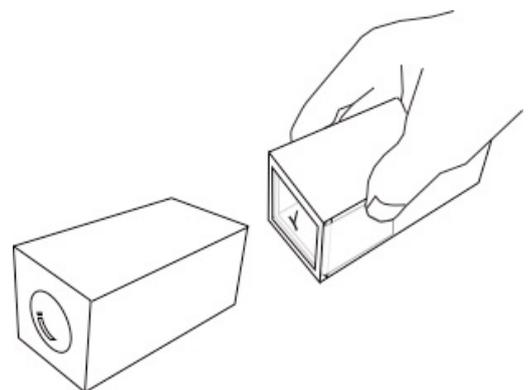

図14 フィルム用筒を入れる
2) トレーシング紙を外して、代わりに印刷された透明フィルムを差し込みます。向きは図14 を見てください。
3) 透明フィルムの字が窓のほぼ真ん中になるようにしたら、フィルムを指で押さえたまま、スクリーン用筒をレンズ用筒に差し込みます。位置は後から調整します（図14）。